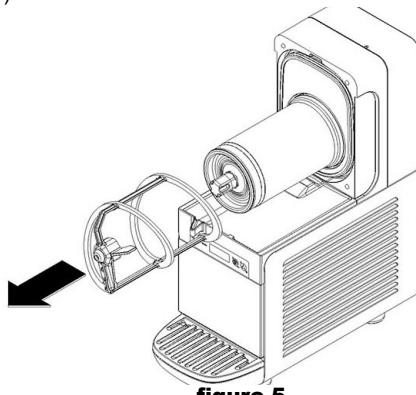
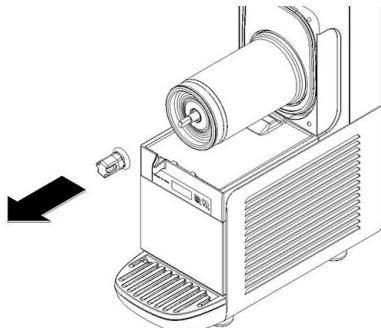

figure 5
figure 6
- 3** Retirer la spirale extérieure de l'évaporateur (voir figure 5), puis le joint hexagonal (voir figure 6).